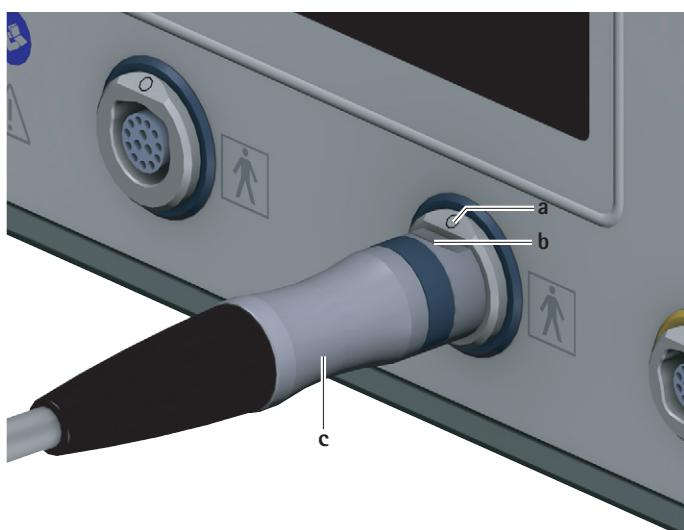

Fig. 3 Conexión del cable de motor
- Orientar el conector para unidad de control **c** en relación al cable de motor de forma que la marca **b** del conector coincida con la marca **a** de la conexión para elemento de aplicación **7**, ver Fig. 3.
- ▶ Desenchufar el cable de motor conectado al conector para unidad de control c de la conexión para elementos de aplicación 7, ver Fig. 3.